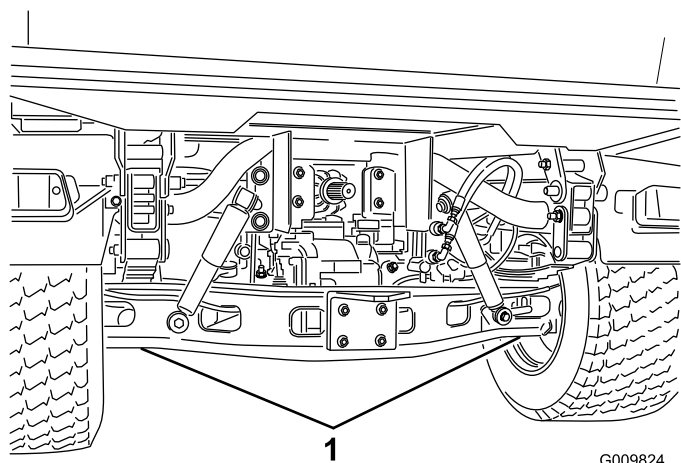

Figure 36
- Le point de levage au cric avant se trouve sous le support de cadre central avant (Figure 35), et le point arrière se trouve sous l'essieu (Figure 36).